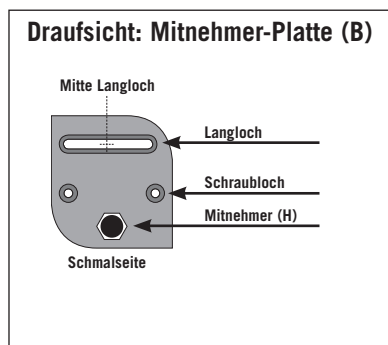
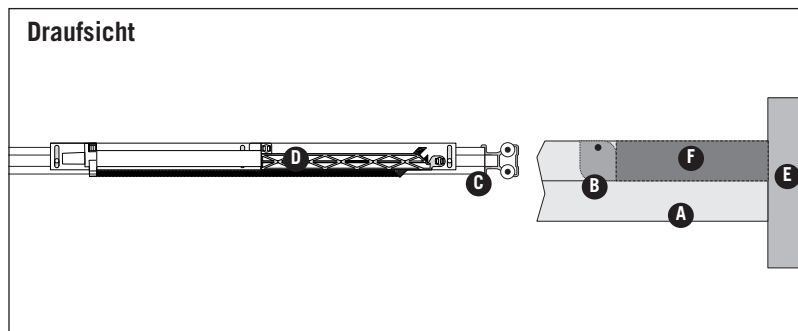

Bild 7 ▲
Bild 11 ▲
6: Damit die Türen mit dem Selbststeinzug in die richtige Position schließen, müssen nun die Mitnehmer-Platten mit den Schrauben an der richtigen Position in der Deckenschiene fixiert werden. Der mitgelieferte Abstandshalter (F in Bild 11) im Maß von 196 x 34 mm dient dafür als Hilfe.
Bitte beachten Sie: Jede Mitnehmer-Platte wird mit insgesamt 3 Schrauben (1 Schraube für das Langloch, 2 Schrauben für die Schraublöcher) in die Deckenschiene montiert (Bild 7).
7: Bei den Türen, die an eine Wand oder einen Schrankstollen grenzen, wird der Abstandshalter folgendermaßen verwendet: Drücken Sie eine Längskante des Abstandshalters (F) in die Deckenschiene (A) an die Wand/Stollen (E). Schieben Sie die Mitnehmer-Platte (B) an den Abstandshalter (Bild 11). Setzen Sie eine Schraube in die Mitte des Langloches der Mitnehmer-Platte (Bild 7) und ziehen diese an. **Die beiden anderen Schrauben noch nicht verwenden.**
8: Bei den Türen, die nicht an eine Wand oder einen Schrankstollen grenzen, wird zunächst die gewünschte Schließposition der Tür in der Deckenschiene markiert. Drücken Sie nun den Abstandshalter an die Markierung in der Deckenschiene. Schieben Sie die Mitnehmer-Platte an den Abstandshalter. Setzen Sie eine Schraube in die Mitte des Langloches der Mitnehmer-Platte (Bild 7) und ziehen diese an. **Die beiden anderen Schrauben noch nicht verwenden.**